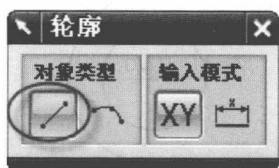
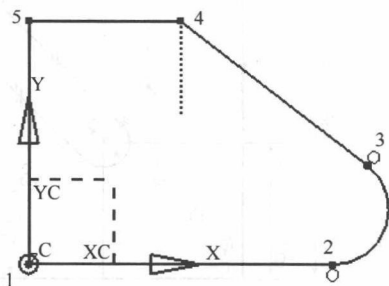

图 1-3 【轮廓】浮动工具条
图 1-4 绘制轮廓曲线
(2) 在【轮廓】浮动工具条中选择 (直线) 按钮, 如图 1-3 所示。按照图 1-4 以坐标原点为起始点绘制一条水平线 12, 然后在【轮廓】浮动工具条中选择 (圆弧) 按钮, 绘制一条与直线 12 相切的圆弧 23, 此时系统自动切换回 (直线) 按钮, 接着连续绘制斜线 34、水平线 45 和竖直线 51; 注意直线 34 与圆弧相切。